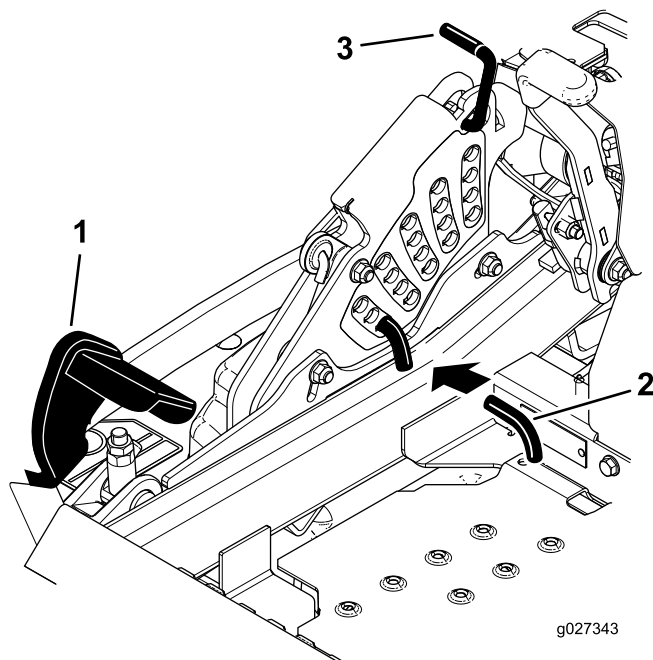

Figure 25
2. Appuyez sur la pédale de relevage du tablier avec le pied et relevez le tablier en position de transport (qui est aussi la position de hauteur de coupe de 140 mm [5-1/2 po]); voir Figure 25.
3. Pour changer de hauteur de coupe, retirez la goupille fendue et l'axe de chape du support de hauteur de coupe (Figure 25).
4. Placez la goupille dans le trou du support correspondant à la hauteur de coupe voulue (Figure 25).